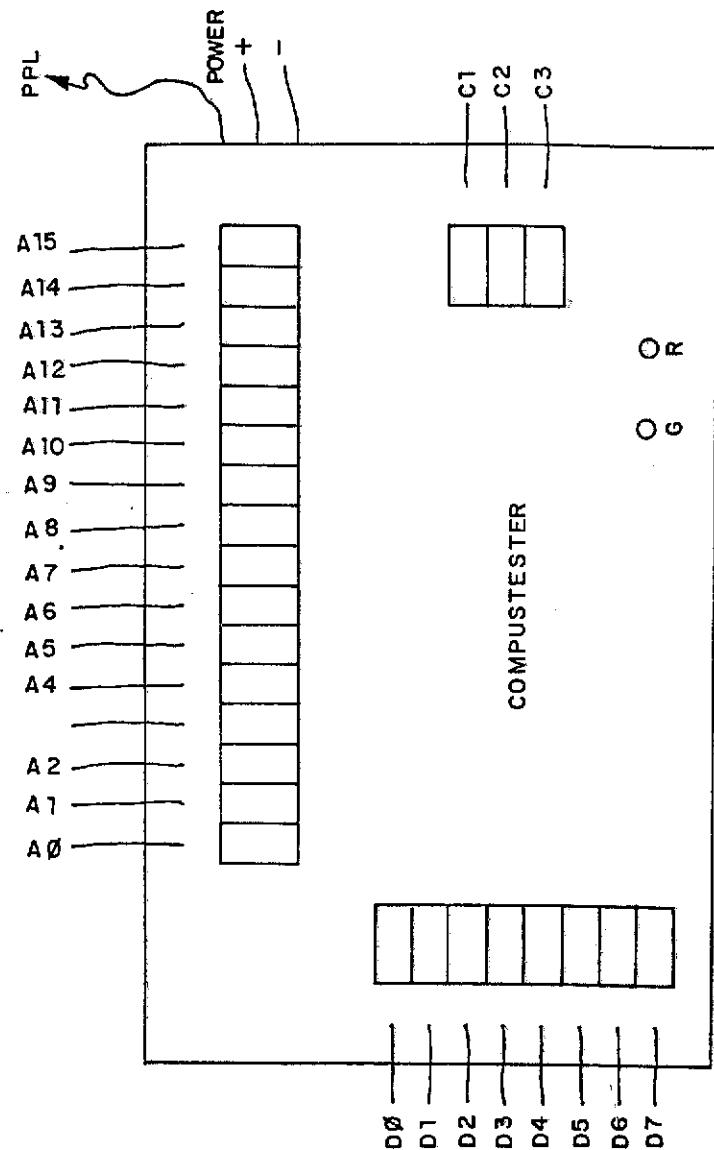

figura 11-3 - Tester estático - COMPUTESTER
- TESTER ESTÁTICO/COMPUTESTER: a maior dificuldade no conserto de aparelhos digitais é conseguir seguir o grande número de sinais, de frequência alta e irregular. Uma solução possível é substituir o microprocessador - fonte desses sinais - por um aparelho - o COMPUTESTER (figura 11-3) - que passa a emitir-los sob controle manual do operador.